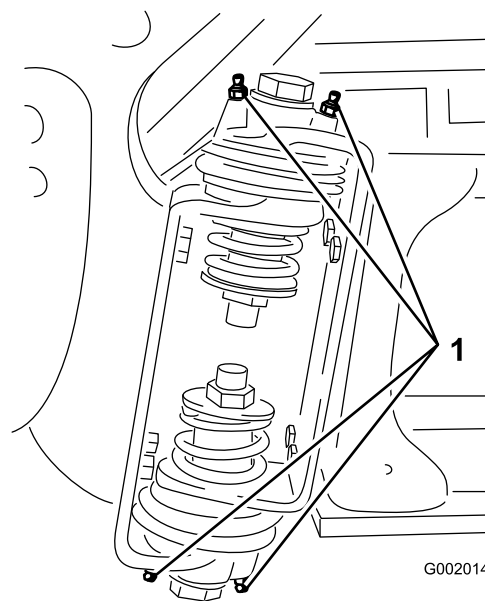

Figura 33
2. Introduza massa lubrificante no rolamento ou casquilho de cada encaixe Figura 33.